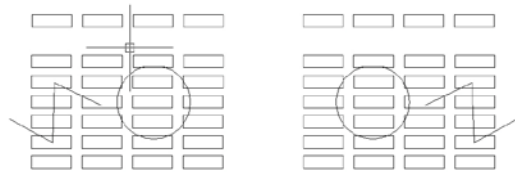

Figure 3.100
2. Indiquez le deuxième point de l'axe de symétrie (voir Figure 3.100).